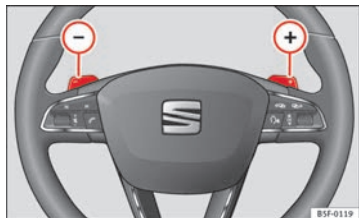

Abb. 92 Lenkrad: Hebel
- Um einen Gang hochzuschalten, tippen Sie die Schaltwippe (+) an ⇒ Abb. 92.